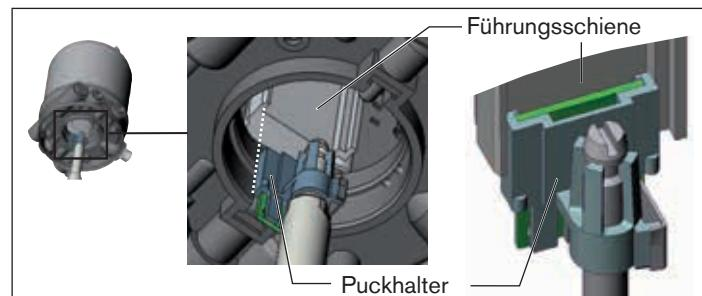

Bild 5: Ausrichten des Puckhalters
- die Stutzen der Ansteuerung in die Steuerluftanschlüsse des Antriebs (siehe „Bild 5“) hineinfinden.